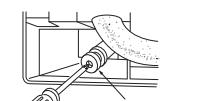

Fig. 4
- Полностью вставьте дренажный шланг в дренажный поддон (Fig. 4)
- Вставьте дренажный шланг во втулку для стенного отверстия (C), затем зацепите верхнюю часть внутреннего прибора за крючки на установочной пластине (1). После этого полностью сдвиньте внутренний прибор влево, чтобы упростить вставку трубопроводов в задней части прибора.